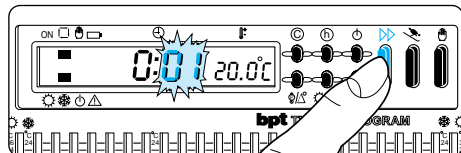

Fig. 13
5.2 - Premere il pulsante  (fig. 13) sino a che non si raggiunga il valore esatto dei minuti.